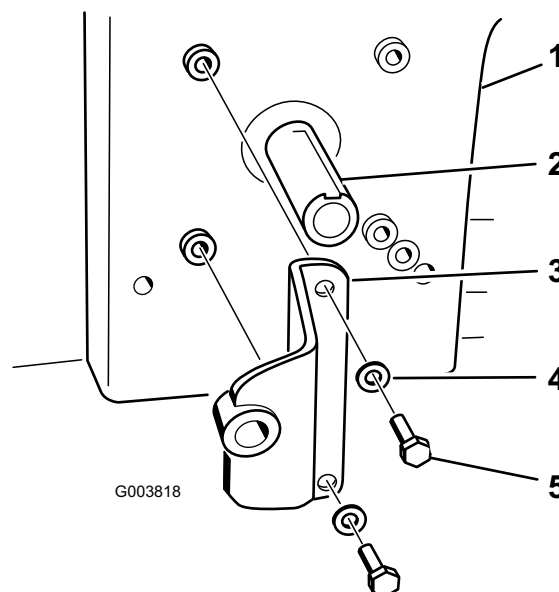

Figure 18
- Montez le support de pompe sur le moteur avec 2 boulons (5/16 x 3/4 pouce). Reportez-vous à la Figure 18 pour savoir comment installer correctement le support de pompe.